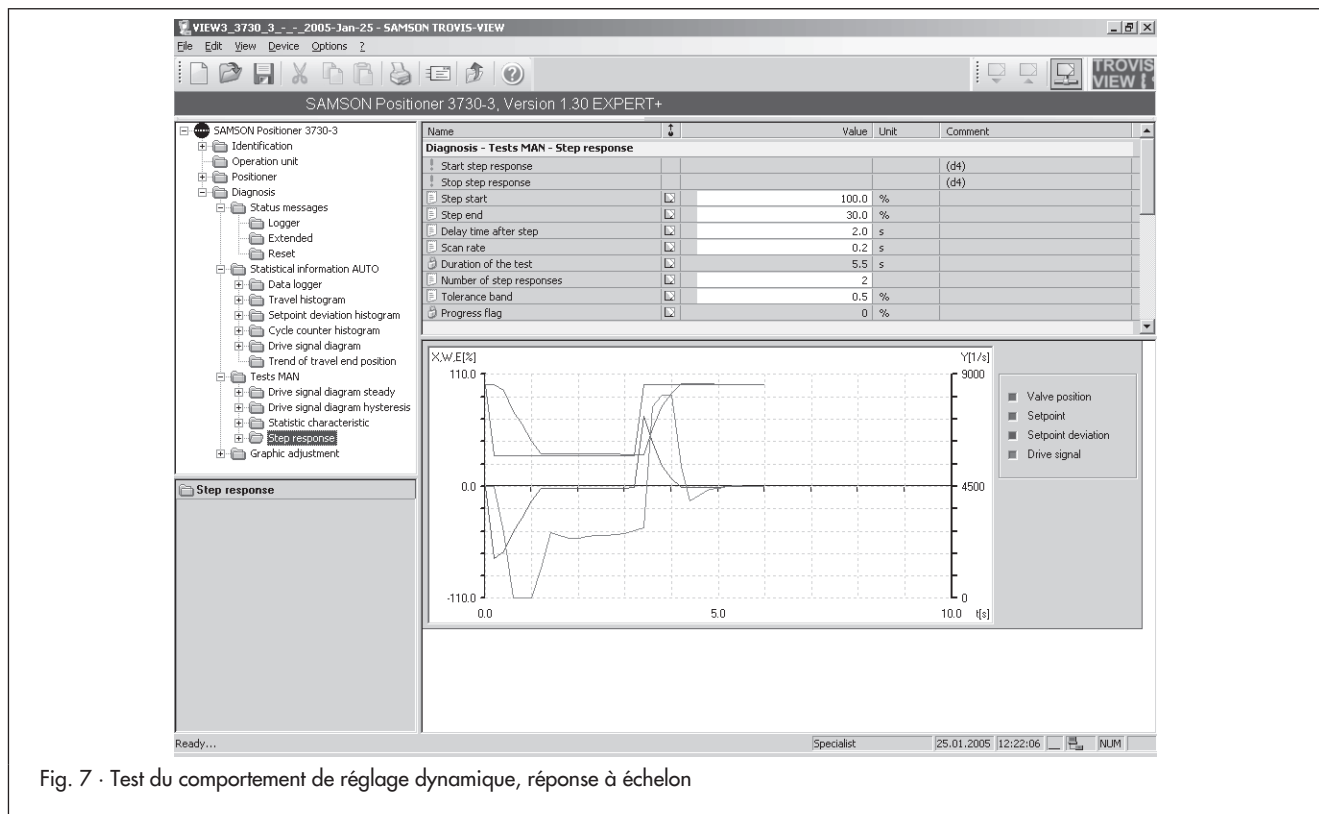

Fig. 7 · Test du comportement de réglage dynamique, réponse à échelon
2.3.2 Test pour la surveillance du comportement de réglage dynamique (réponse à échelon fig. 7)